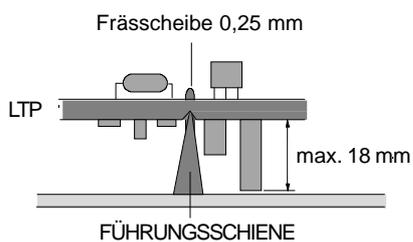

Abb. 10
- Bauteilhöhe bis 18 mm (s. Seite 7 Abb. 10).